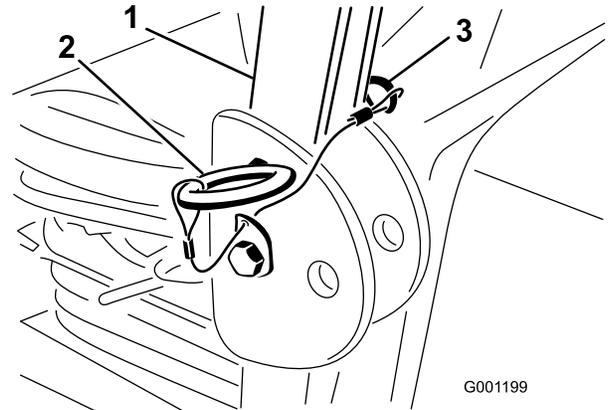

図 8
1. 機体の左右でヘアピン・コッターを抜き、ピンを外す（図 8）。
2. ROPS をまっすぐに立ててピンで固定し、ヘアピン・コッターでロックする（図 8）。